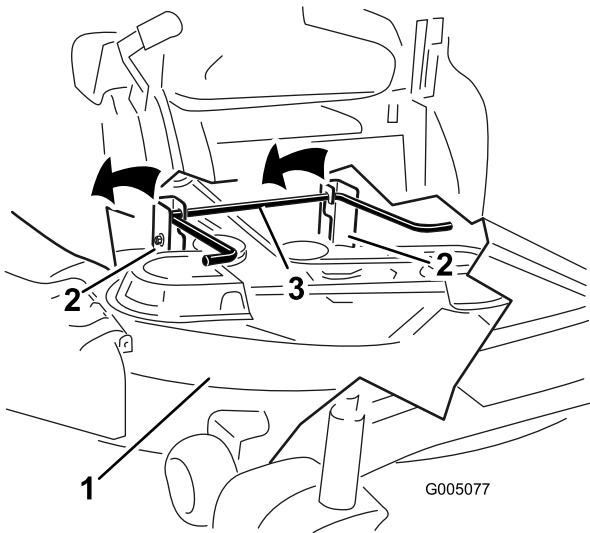

Figura 69
6. Levante a plataforma de corte e os suportes de suspensão afastando da haste de elevação traseira e baixe o cortador cuidadosamente até ao chão (Figura 69).
5. Levante a parte de trás da plataforma de corte e oriente os suportes de suspensão por cima da haste de elevação traseira (Figura 69).